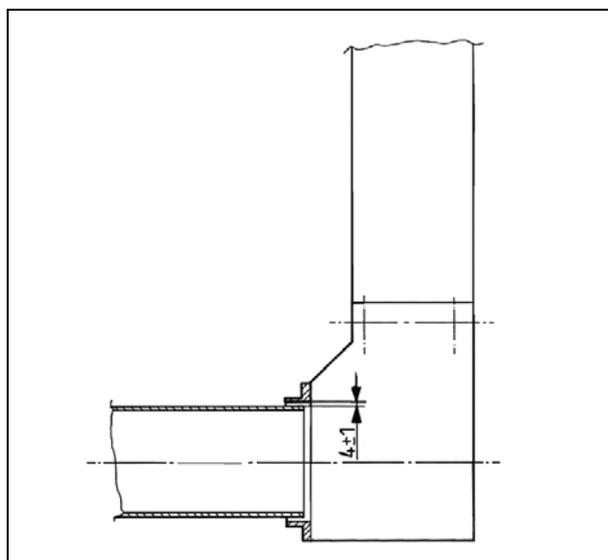

Рисунок 5
- Отрегулируйте желоб элеватора так, чтобы между трубой шнека и входным отверстием элеватора был зазор  $4 \pm 1$  мм (Рис. 5).